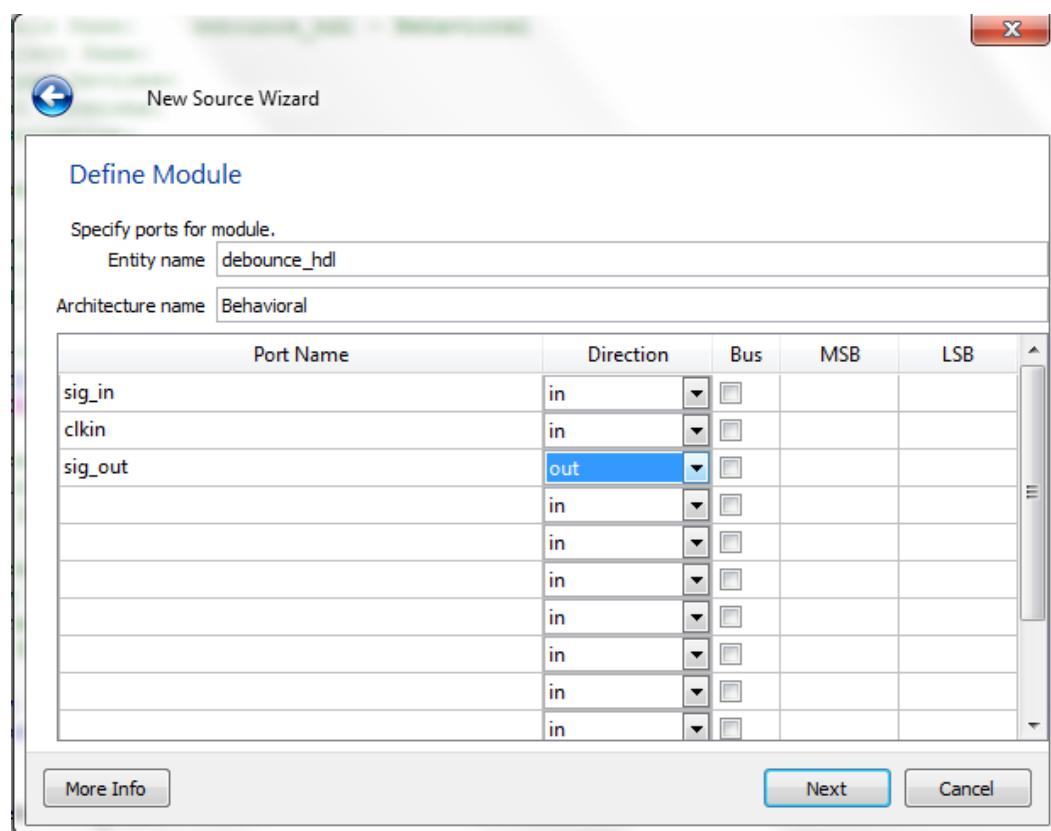

Figure 35. La boîte de dialogue Define Module pour entrer les ports d'entrées/sorties du module `debounce_hdl`.
4. Dans la boîte de dialogue Define Module, entrez deux ports d'entrées et un port de sortie sous Port Name, comme montré à la Figure 35 :